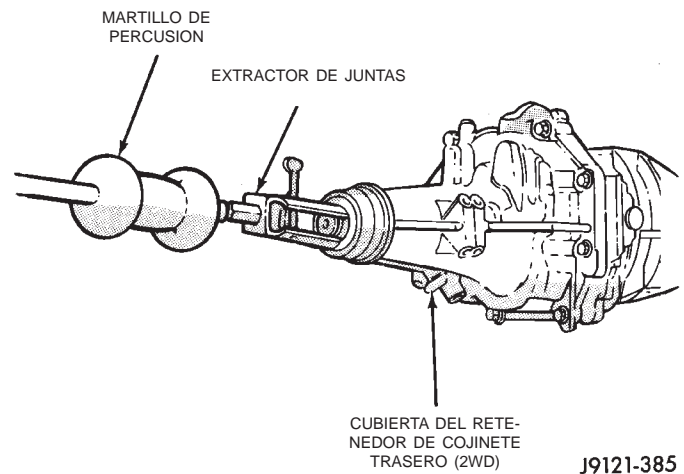

Fig. 13 Desmontaje de la junta de la cubierta del retenedor de cojinete trasero
(1) Eleve y apoye el vehículo.
(2) Retire el eje propulsor. Para informarse de los procedimientos apropiados, consulte el grupo 3, Diferencial y sistema de transmisión.
(3) Utilice un extractor de juntas adecuado o un tornillo montado en un martillo de percusión para retirar la junta de la cubierta del retenedor de cojinete trasero (Fig. 13).